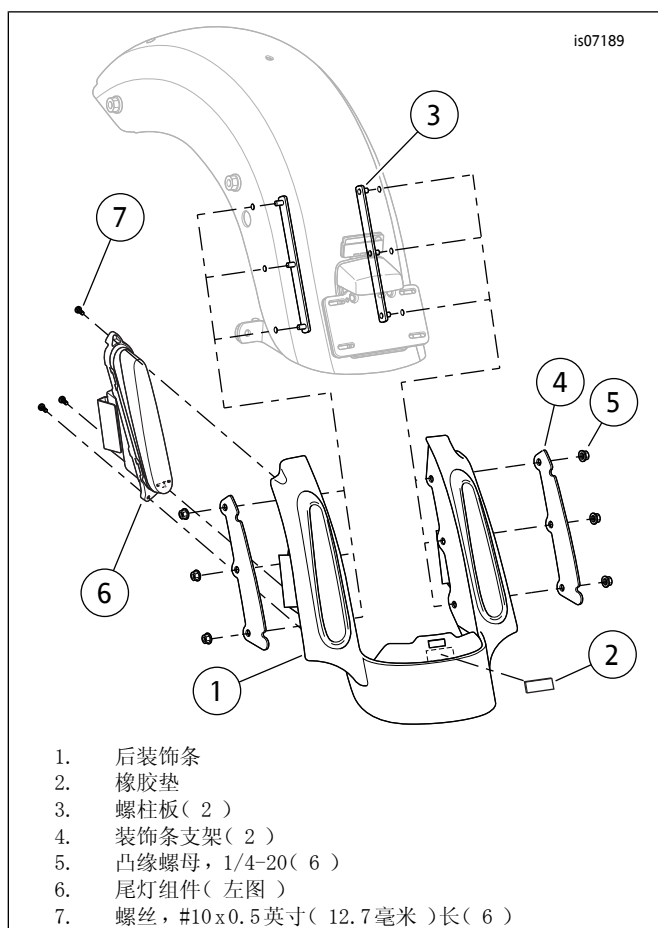

图4。后装饰条安装
4. 参见图 4。从 44.5 x 19 x 1.6 毫米(x 英寸)橡胶垫(2)的背胶上取下衬垫。